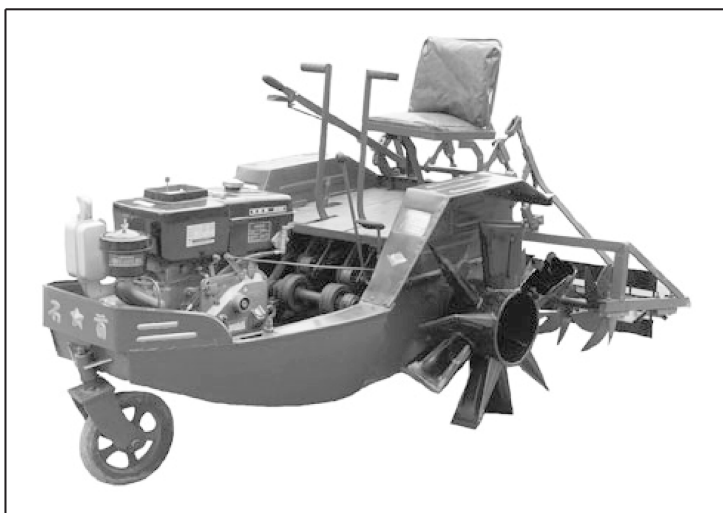

图 1-3 船式拖拉机
4) 特殊用途拖拉机。特殊用途拖拉机适用于特殊工作环境下作业或某种特殊需要，如船式拖拉机（图 1-3）、山地拖拉机、水田拖拉机等。